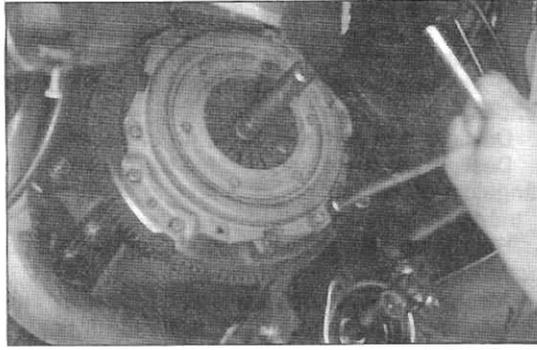
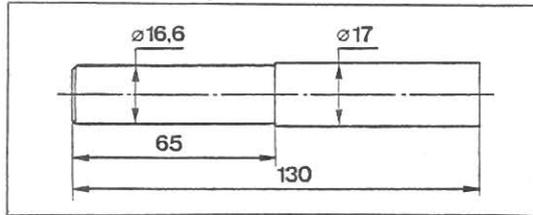

Fig.62 — Montagem e aperto do mecanismo
Fig.63 — Dimensão do mandril de centragem
Centrar o disco da embraiagem (fig.62) com o auxílio da ferramenta específica FIAT "ref. 187 041 8000" (fig.63) ou uma outra adequada.